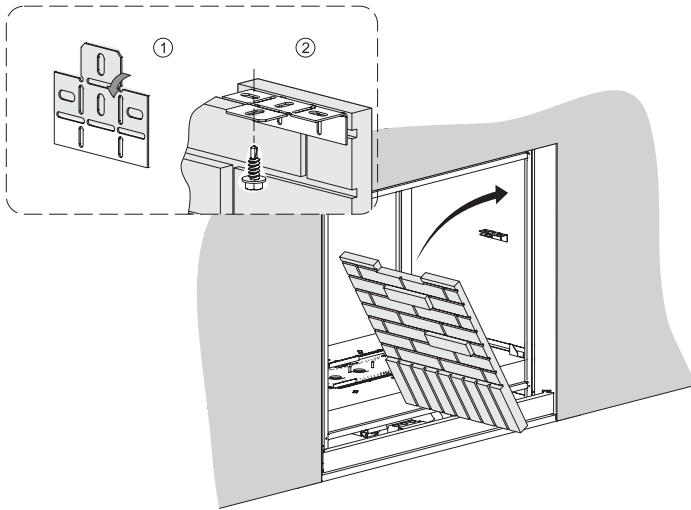

Figure 5
8. Placer le bord inférieur de la garniture en fibre ou en porcelaine devant le support de garniture inférieur (pas derrière) et pousser le panneau jusqu'en position verticale contre le support de garniture supérieur. **Voir Figure 5.**
9. À l'aide du support supérieur repliable, retenir la garniture de fibre ou de porcelaine en position. Former le support au plafond de l'âtre à l'aide d'une vis autotaraudeuse. **Voir Figure 5.**